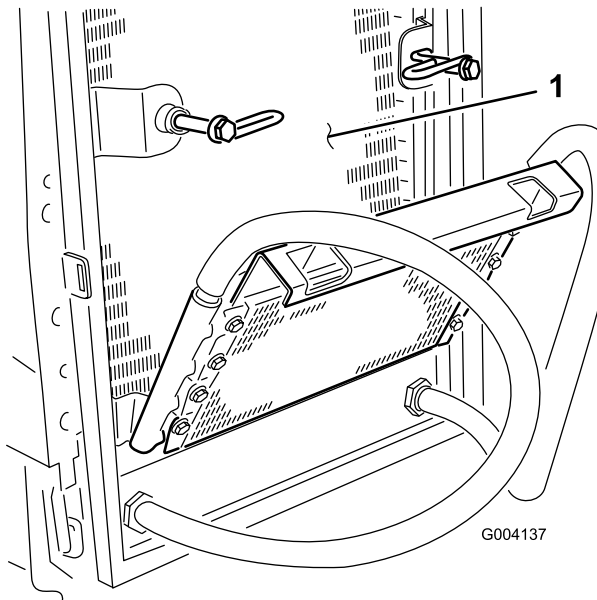

Figura 72
6. Limpe os dois lados do dispositivo de arrefecimento de óleo e o radiador (Figura 72) com ar comprimido.